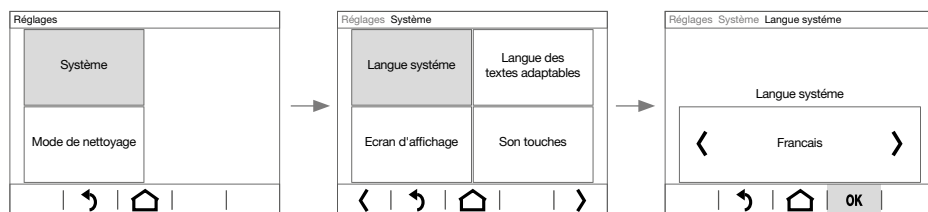

Figure 5 : Exemple de réglage de la langue du système
L'affichage passe à une autre page sur laquelle une nouvelle sélection doit s'opérer, ou directement pour le réglage du paramètre (figure 5).
- Avec **-/+**, augmenter/diminuer la valeur du paramètre, avec **>/<**, faire défiler selon une valeur prédéfinie (figure 5) ou avec **ACTIVE** / **ARRETE**, activer/désactiver le paramètre (tableau 1).